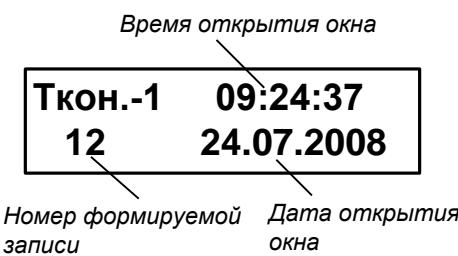

Рис.4. Окно индикации «Ткон.-1» буферного накопителя.
4.4.3. Для просмотра содержимого буферного накопителя необходимо при отображении окна индикации **Время (текущ.)** (рис.3) нажать кнопку . После чего начинается отображение окна **Ткон.-1** (рис.4).